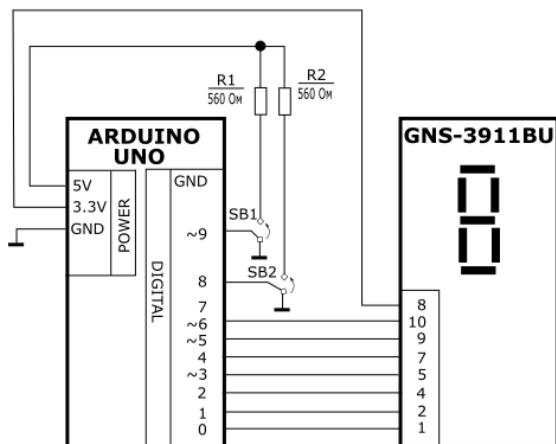

Рис. 1 Принципиальная электрическая схема системы
- 1) По принципиальной электрической схеме (рис. 1) определить выводы цифрового порта, к которым подключены кнопки и семисегментный индикатор (семисегментный индикатор подключен также, как и в Л.Р. № 2).